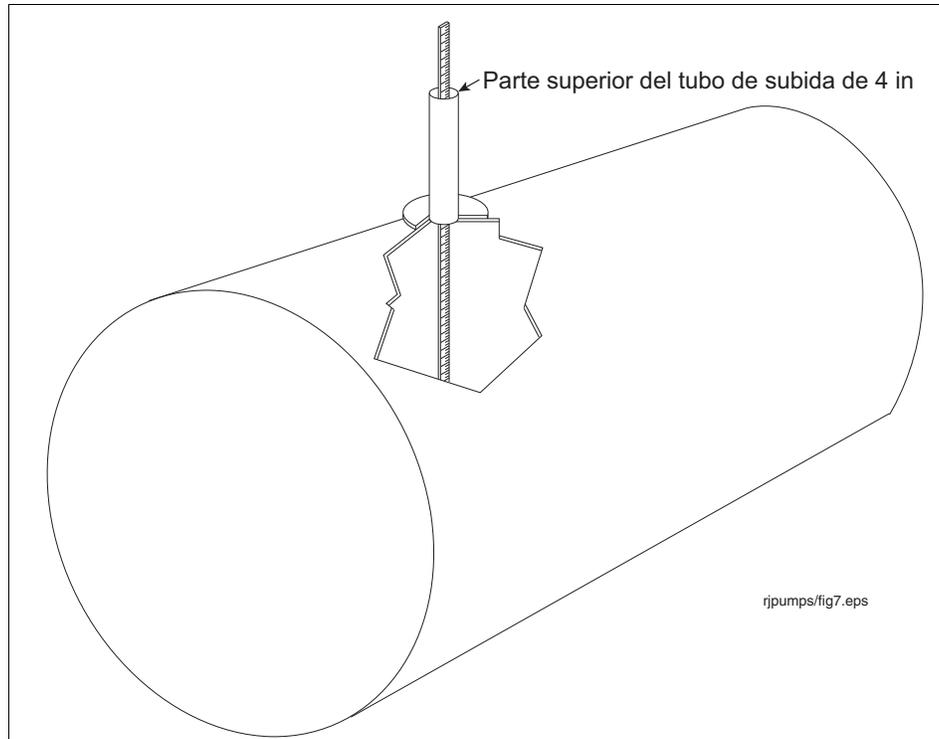

Figura 8. Medición del tanque
2. Mida la distancia desde el fondo del tanque hasta la parte superior del tubo de subida de 4 in tal y como se muestra en la Figura 8.